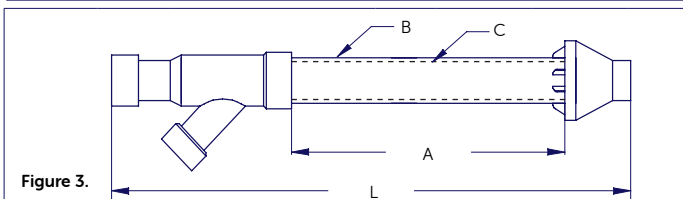

Figure 3.
- Reportez-vous à la figure 3 pour les dimensions de la pièce de sortie à tronçon concentrique assemblée.
- Si l'assemblage est trop court pour atteindre la hauteur désirée, les deux tuyaux fournis avec les pièces de 2 po et de 3 po peuvent être remplacés par du tuyau en PVC IPS SDR26 (pour le système GVS-65) ou GVS-90 (pour le système GVS-90) de même diamètre. La longueur maximale du tuyau (dimension A sur la figure 3) peut atteindre 63 po pour les pièces de 2 po et 68 po pour les pièces de 3 po.